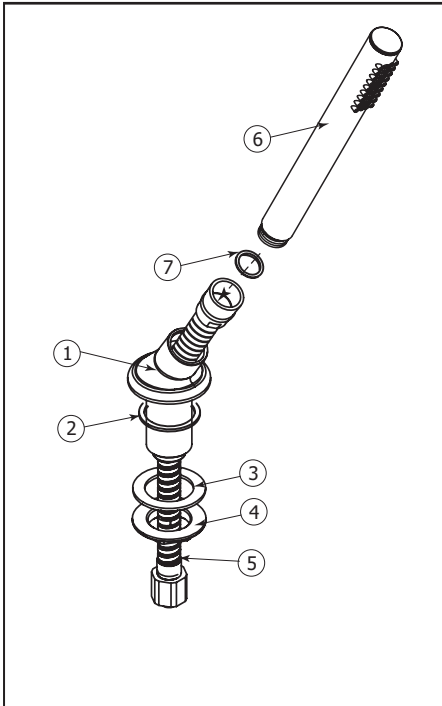

Fig.5
Insert the handshower base (decorative flange) (1), threaded rod and washer (2) into the deckmount hole. Secure with supplied tie-down kit (3 & 4). Fig.5. Insert the chrome hose (5) into the base hole (smaller 3/8" hex nut end) first. Then connect the other end of the hose to the handshower (6) with washer (7). Tighten firmly.
Insérer la base de douchette (rosace décorative) (1), la tige filetée et la rondelle (2) dans le trou de la surface. Ensuite la fixer avec l'écrou (3) et la rondelle (4). Fig.5. Insérer le raccord Hex 3/8" (le raccord plus petit) du boyau en chrome (5) dans le trou de la base. Ensuite, raccorder l'autre bout du boyau à la douchette (6) avec la rondelle (7). Bien serrer.